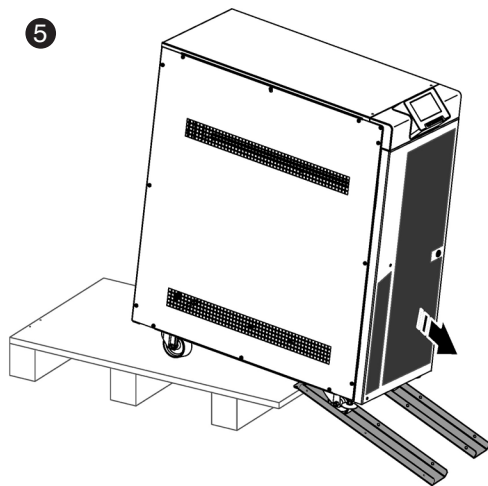

Fig. 25. Abaissement de l'équipement de la palette.
- 5 Procédez à la descente de l'équipement de la palette (Fig. 25).